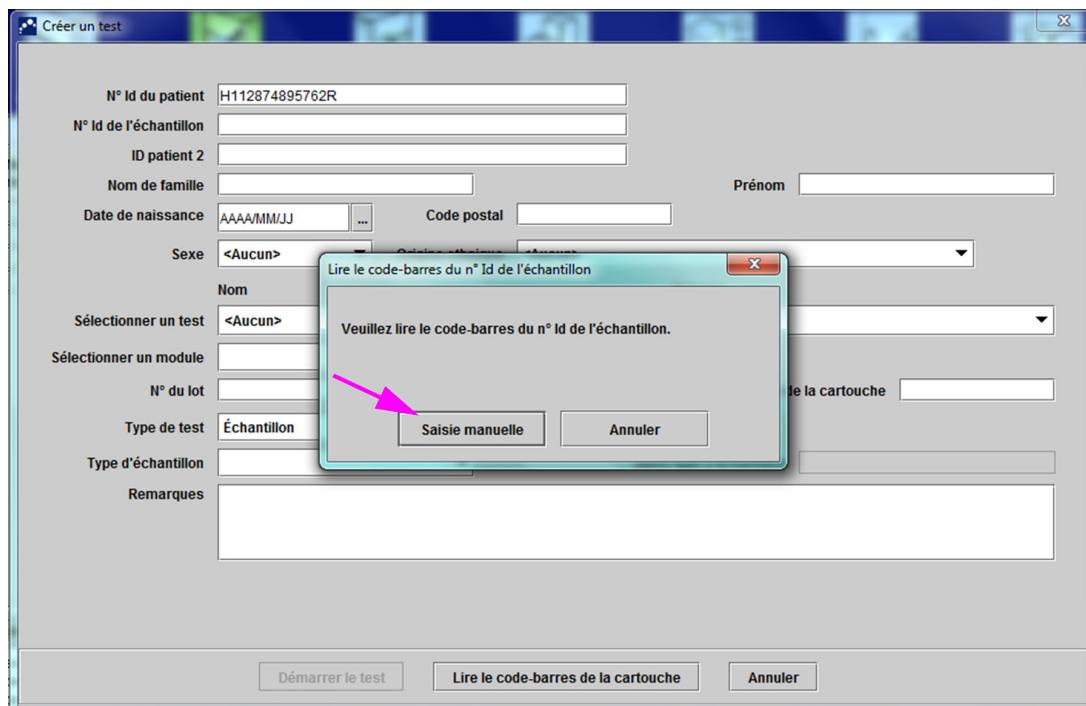

Figure 5-20. Fenêtre Créeer un test et boîte de dialogue Lire le code-barres du n° Id de l'échantillon
2. Lisez le code-barres du n° Id du patient à l'aide du lecteur de code-barres fourni. Voir la Section 5.5. La boîte de dialogue Lire l'ID de l'échantillon s'affiche. Voir Figure 5-20.